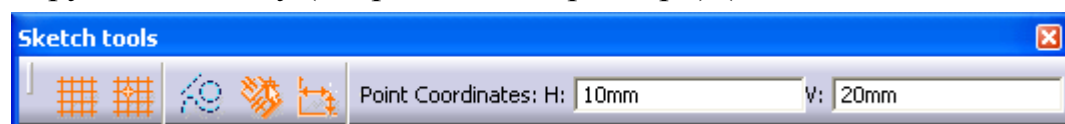

Рис. 42
2) Панель інструментів ескізу (координати і параметри) (Рис. 42).